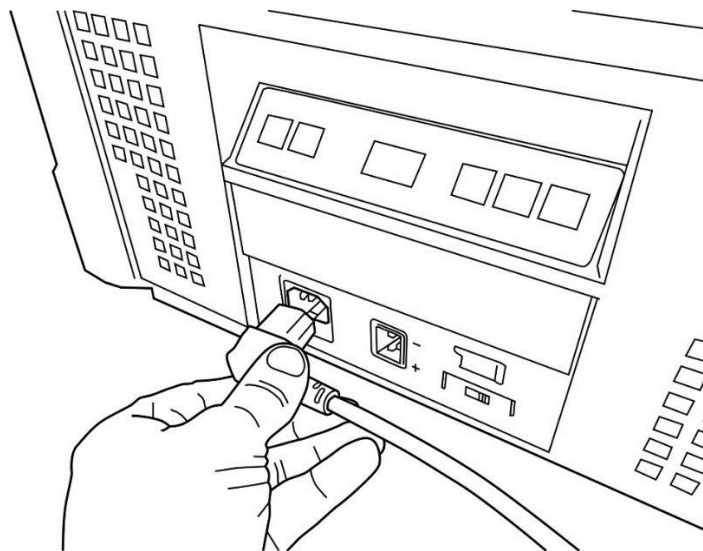

FIGURE 7.
- Branchez le cordon d'alimentation 100-240 V dans la prise d'alimentation secteur du panneau arrière, comme illustré à la figure 7.